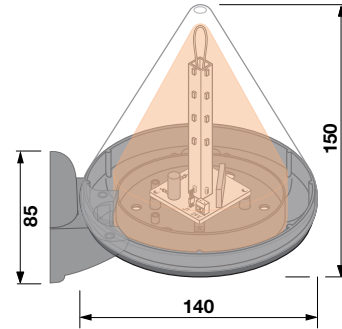

Fig. 1
The timer controlled warning light **LACOLED**, with electrical tension selection **24Vac/dc - 230Vac** on the terminal board and incorporated aerial, represents a valid visual warning system indicating that the gate/barrier etc. is in movement. Suitable for fitting to all types of system, its compact dimensions (see fig.1) and simplicity of installation makes it ideal for residential systems. The printed circuit is housed in a watertight container (protection grade IP54), fitted with a fast-fitting base for both wall and column mounted installations. The appliance conforms to the local standards in force.
- Choose the definite position depending on the system requirements and make sure that the lights are visible from both the entry and exit directions fig. 1.
Le clignoteur temporisé **LACOLED**, avec sélection de la tension électrique **24Vac/dc** ou **230Vac** sur le bornier et antenne intégrée, est un organe efficace de signalisation optique des manœuvres en cours. Son application est possible sur tout type d'installation; la facilité de montage et ses dimensions réduites (voir figure 1) en font un avertisseur idéal pour des installations à usage domestique. Le circuit est logé dans un boîtier étanche (Indice de protection IP54), muni d'une base à fixation rapide pour une installation murale ou sur pilier. L'appareil répond aux contraintes des normes de sécurité.
- Choisir l'endroit de fixation en fonction de la particularité de l'installation en contrôlant la bonne visibilité de la signalisation en entrée et en sortie, voir fig. 1.
El relampagueador temporizado **LACOLED**, con selección de la tensión eléctrica **24Vac-dc** y **230Vac** en la placa de bornes y antena incorporada, es un válido sistema visual para indicar una maniobra en curso de actuación. Apta para la aplicación en todos los tipos de instalaciones; su fácil instalación y sus dimensiones reducidas (fig.1) hacen que sea la lámpara intermitente ideal para las instalaciones residenciales.
- Determinar el punto de fijación a base de las exigencias de instalación, comprobando que haya una buena visibilidad de la señal, tanto a la entrada como a la salida, ver fig. 1.
Das Zeitgetaktete Blinkleuchte **LACOLED**, mit Auswahl der elektrischen Spannung **24Vac-dc** und **230Vac** über Klemmenleiste und integrierte Antenne, stellt ein leistungsfähiges, optisches Signalsystem von Betätigungen dar. Es ist zur Anwendung auf jedem Anlagentyp geeignet; die einfache Installation und die geringen Abmessungen (siehe Abb. 1) machen es zum idealen Leuchtmelder bei Wohnanlagen. Der Schaltkreis ist in einem wasserdichten Gehäuse untergebracht (Schutzgrad IP 54). Die Gehäusebasis ermöglicht eine schnelle Anbringung bei Installationen an Pfeilern und Wänden.
- Wählen Sie die Anbringungsstelle gemäß den Anforderungen der Anlage, wobei Sie überprüfen sollten, dass die gute Sichtbarkeit des Leuchtmelders sowohl bei der Einfahrt als auch bei der Ausfahrt gewährleistet ist, siehe **Abb. 1**.